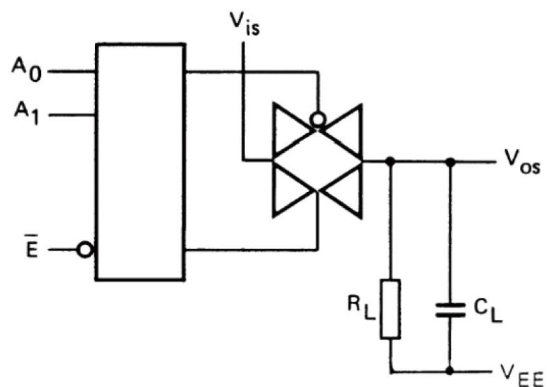

图 3
1.  $R_L=10K\Omega$ 到  $V_{EE}$ ;  $C_L=50pF$  到  $V_{EE}$ ;  $\bar{E} = V_{SS}$ ;  $V_{is}=V_{DD}$  (方波); 如图 3 所示
2.  $R_L=10K\Omega$ ;  $C_L=50pF$  到  $V_{EE}$ ;  $\bar{E} = V_{SS}$ ;  $A_n=V_{DD}$  (方波); 测量  $t_{PLH}$  时  $V_{is}=V_{DD}$ ,  $R_L$  到  $V_{EE}$ ; 测量  $t_{PHL}$  时  $V_{is}=V_{EE}$ ,  $R_L$  到  $V_{DD}$ , 如图 3 所示
3.  $R_L=10K\Omega$ ;  $C_L=50pF$  到  $V_{EE}$ ;  $\bar{E} = V_{DD}$  (方波); 测量  $t_{PHZ}$  和  $t_{PZH}$  时,  $V_{is}=V_{DD}$ ,  $R_L$  到  $V_{EE}$ ; 测量  $t_{PLZ}$  和  $t_{PZL}$  时,  $V_{is}=V_{EE}$ ,  $R_L$  到  $V_{DD}$ ; 如图 3 所示
6.  $R_L=10K\Omega$ 到  $V_{EE}$ ;  $C_L=15pF$  到  $V_{EE}$ ;  $\bar{E}$  或  $A_n=V_{DD}$  (方波); 干扰是  $|V_{os}|$  (峰值); 如图 3 所示